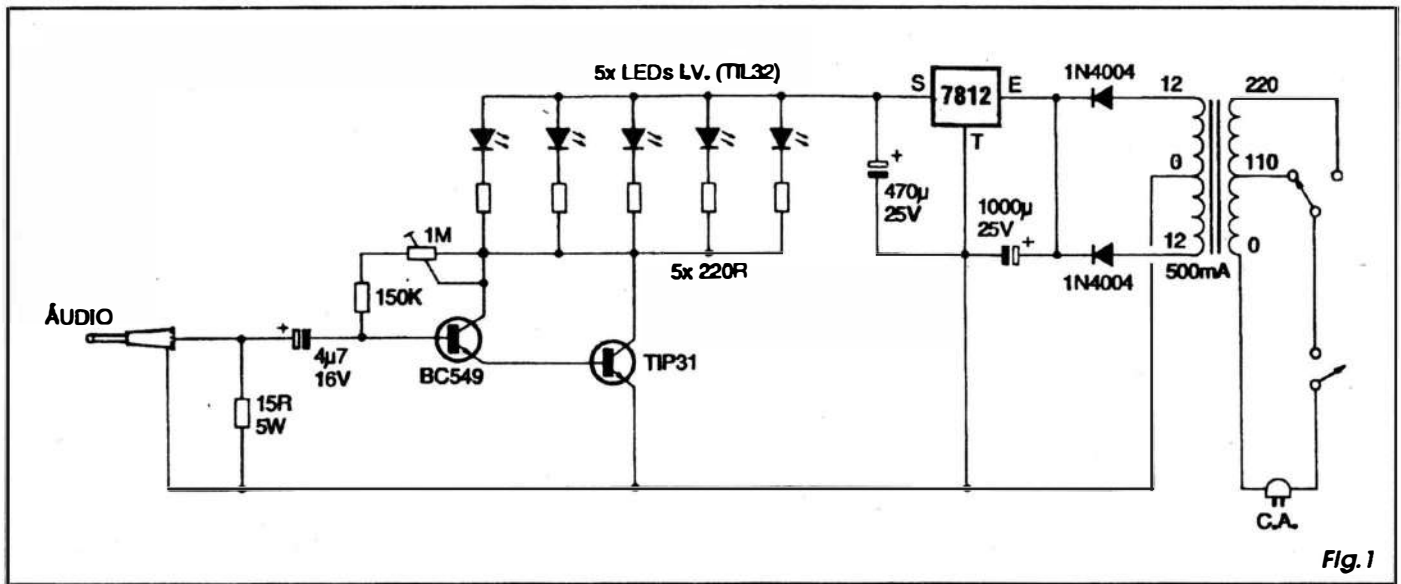

Fig. 1
- FIG. 1 - DIAGRAMA ESQUEMÁTICO DO CIRCUITO (MÓDULO TRANSMISSOR) - Absoluta simplicidade em sua essência: o sinal de áudio é captado (em bom nível e baixa impedância...) diretamente da saída original para fone de ouvido do aparelho gerador (vamos manter como exemplo daqui pra frente, uma TV, combinados...?). O resistor de 15Ω x 5W *carrega* a saída original de som do aparelho, de modo a oferecer uma impedância simulada de alto-falante ou fones, prevenindo problemas internos ao circuito do gerador de áudio... Os sinais são então encaminhados (via capacitor de 4μF) a um elemento conjunto *Darlington* formado pelos transistores BC549 e TIP31... A polarização de tal conjunto (que mostra elevado ganho e alta potência relativa na sua saída...) é feita no sistema semi-automático, com o conjunto série, formado pelo resistor de 150K e *trim-pot* de 1M, intercalado entre o *coletor* e a *base* geral do par *Darlington*... Assim, dependendo do real nível de sinal aplicado na entrada, um ajuste no *trim-pot* permitirá eliminar distorções e calibrar o ganho geral, de modo a oferecer bons níveis de modulação de intensidade luminosa ao conjunto de 5 LEDs infravermelhos comuns